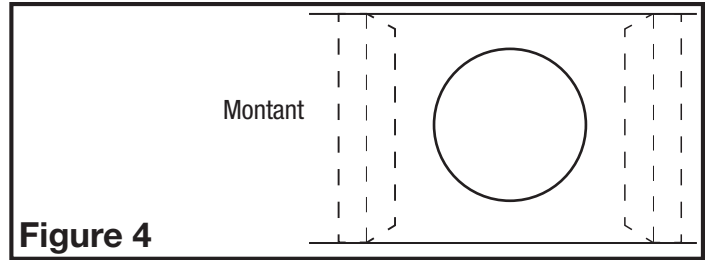

Figure 4
2. Déterminez l'emplacement de l'ensemble d'aspiration circulaire. Découpez un trou circulaire de 8 po à travers le matériau de plafond en faisant attention de ne pas endommager les fils électriques ou d'autres utilités (Figure 4).